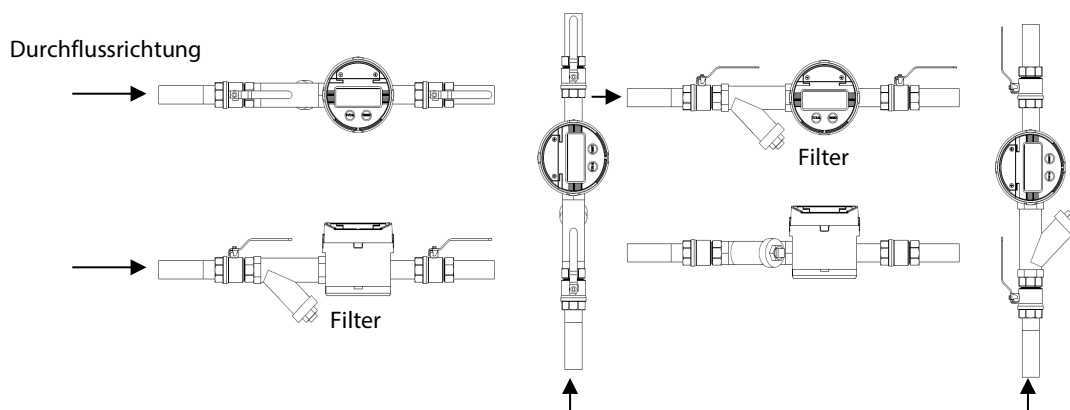

Abbildung 1: Zählereinbau
- Sicherstellen, dass der Zähler wie in Abb. 1 installiert wird.